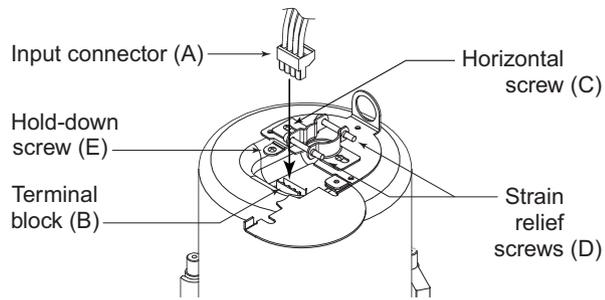

Abbildung 13: Steckverbindungen und Buchse
Wenn die Verkabelung bei allen Anschlüssen abgeschlossen ist, stecken Sie den Eingangsanschluss (A) in die Buchse der Klemmleiste am Lautsprecher (B) (siehe Abbildung 13). Ziehen Sie alle Schrauben an, um Vibrationen zu vermeiden.
Lösen Sie zunächst die horizontale Schraube (C) vollständig und danach die Schrauben zur Zugentlastung (D) (siehe Abbildung 13). Führen Sie die Drähte durch die Öffnung in die Schelle und schließen Sie den Eingangsanschluss (A) an der Klemmleiste des Lautsprechers (B) an. Ziehen Sie die Schelle für Zugentlastung anschließend wie folgt fest: